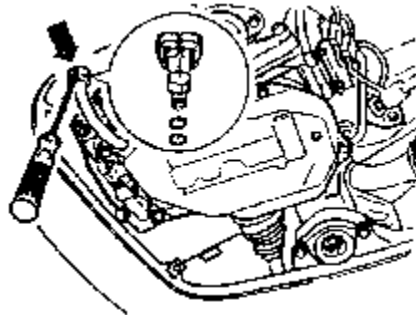

图 7-42 撬去密封塞的防松盖
(1) 用螺丝刀撬去密封塞的防松盖, 如图 7-42 所示。由于防松盖锁止装置被损坏, 所以每次都应更换新的防松盖。